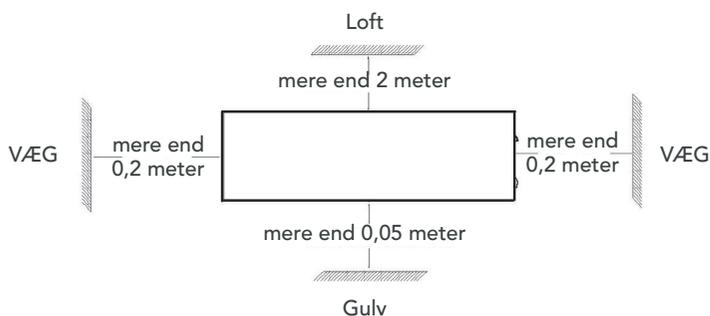

Fig. 2
- 1 Når ovnen er monteret, skal du sørge for, at der er tilstrækkelig luft rundt om ovnen. Se fig. 2.